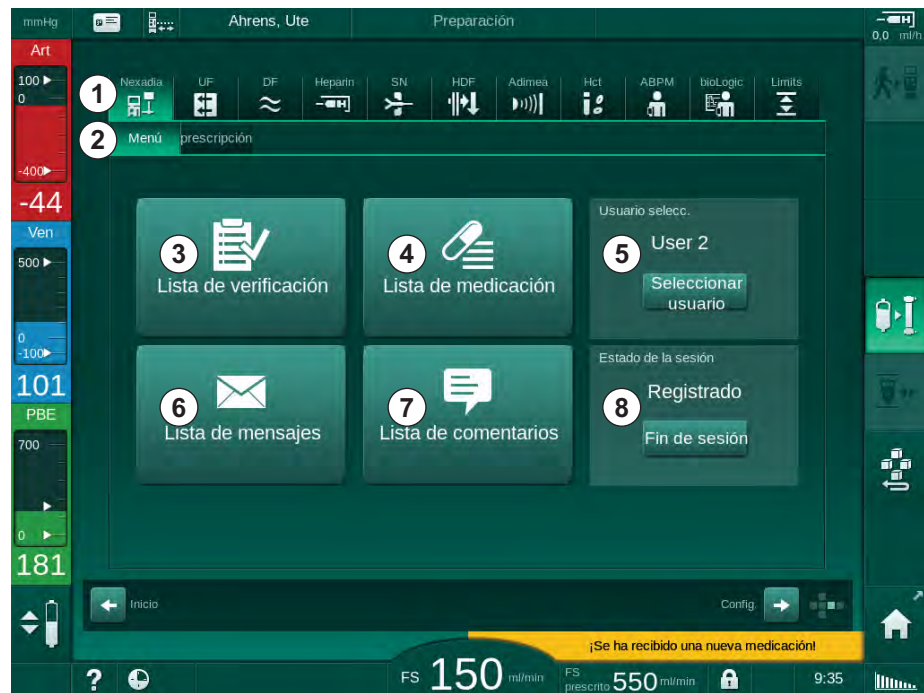

Fig. 11-30 Menú Nexadia en la pantalla *Entrada*
Cuando se utiliza Nexadia, el equipo puede enviar y/o recibir información (p. ej. mensajes, comentarios y listas) entre el equipo y el servidor de datos. También hay una selección de usuario. Estas funciones se manejan en el menú Nexadia. Este menú se abre pulsando el icono *Nexadia* (Fig. 11-30 , ①) y el botón *Menú* ② en la pantalla *Entrada*.